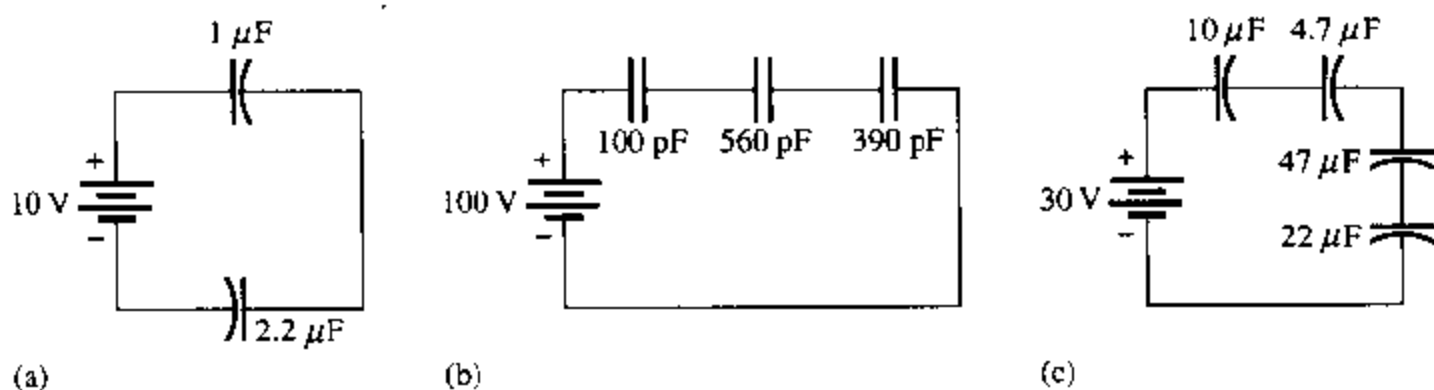

图 13.64
19. 计算图 13.64 中各个电路的总电容。
20. 计算图 13.64 中各个电容上的电压。